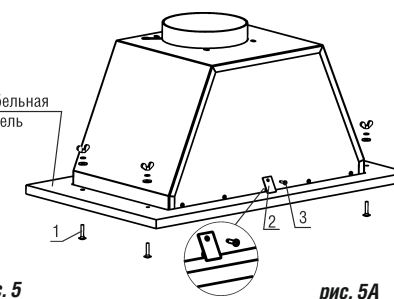

рис. 5А
6.2 Монтаж КВ: Врезной блок Flat 42П-430-КЗД, Врезной блок Flat 52П-650-КЗД, Врезной блок Flat 52П-650-ПЗД, Врезной блок Flat 72П-650-КЗД к подвесному элементу мебели над плитой (рис. 5 А).